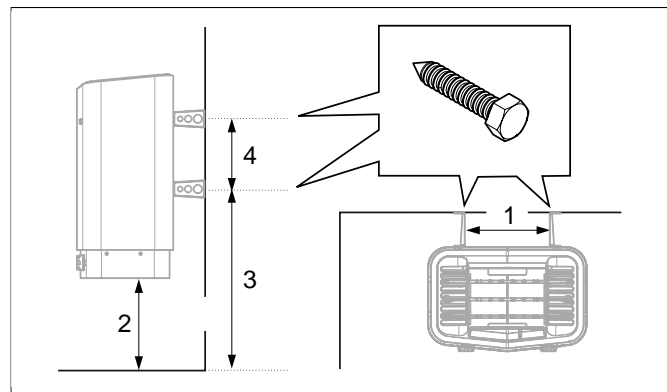

Abb. 8: Bemessung
6. Positionieren Sie die Schrauben der Halterung, siehe **Abb. 8**, Seite 4.